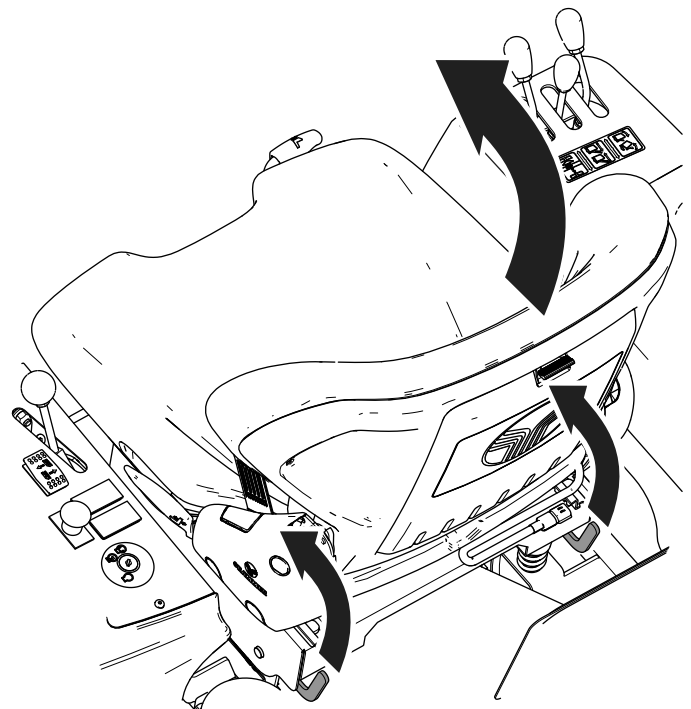

Bild 21
5. Klappen Sie den Sitz hoch (**Bild 21**).
4. Klappen Sie den Sitz hoch (**Bild 21**).
Ziehen Sie den Sitzkipphebel (Bild 21) nach oben und klappen den Sitz nach vorne.